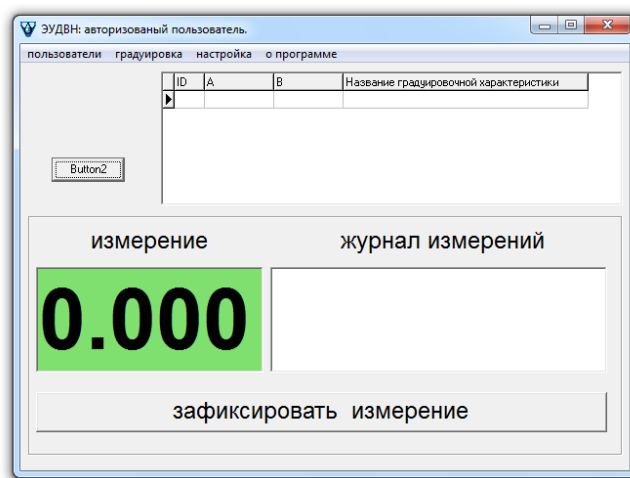

Рис. 1
6.6. В главном окне (Рис. 1) подобрать градуировочную характеристику соответствующую измеряемой пробе.
7.1. В главном окне программы (Рис. 1) нажать на кнопку **«Настройка»**. Войти в окно **«Настроить порт»**, тем самым установив соединение с компьютера с влагомером.
7.2. В главном окне (Рис. 1) выбрать градуировочную характеристику.